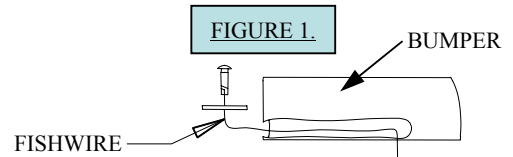

FIGURE 1.
①	Qty. (4)	7/16"-14 X 1-1/4" GRADE 5 CARRIAGE BOLT	③	Qty. (4)	7/16" CONICAL TOOTHED WASHER
②	Qty. (4)	BLOCK 1/4" X 1" X 3"	④	Qty. (4)	7/16"-14 HEX NUT
2. With the flat blade screwdriver remove and retain (2) plastic push rivets that attach lower fascia supports to vehicle.
3. Fishwire carriage bolts and blocks through ends of the bumper as shown in Figure 1.
①	Qté (4)	7/16-14 X 1.25 BOULON DE CARROSSERIE CATÉGORIE 5	③	Qté (4)	RONDELLE CONIQUE DENTÉE 7/16 PO
②	Qté (4)	BLOC 1/4 X 1 X 3	④	Qté (4)	ÉCROU 7/16-14
- À l'aide du tournevis à lame plate, enlever et conserver les deux (2) rivets en plastique qui fixent les supports de carénage inférieurs au véhicule.
- À L'AIDE D'UN FIL DE TIRAGE, FAIRE PASSER LES BOULONS DE CARROSSERIE ET LES BLOCS À TRAVERS LES EXTRÉMITÉS DU PARE-CHOCS, COMME ILLUSTRÉ À LA FIGURE 1.